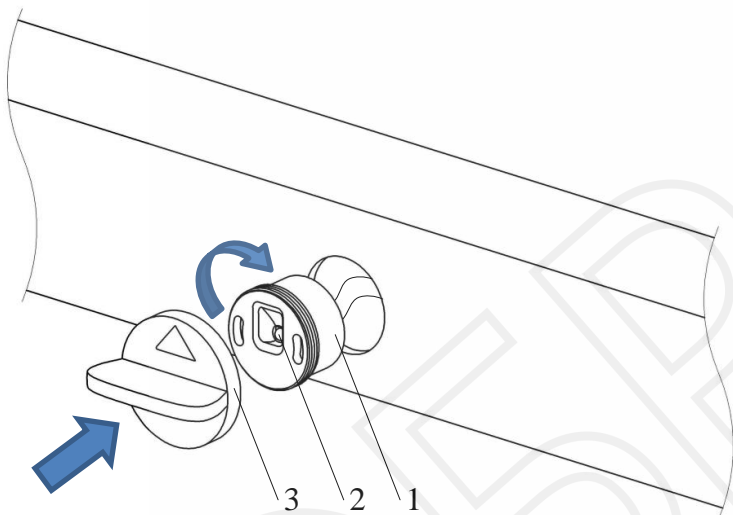

Рисунок 2. Устройство светильника «Пик».
- 5.7 В пазы светильника необходимо вставить «приспособление» (3) (см. рисунок 2),